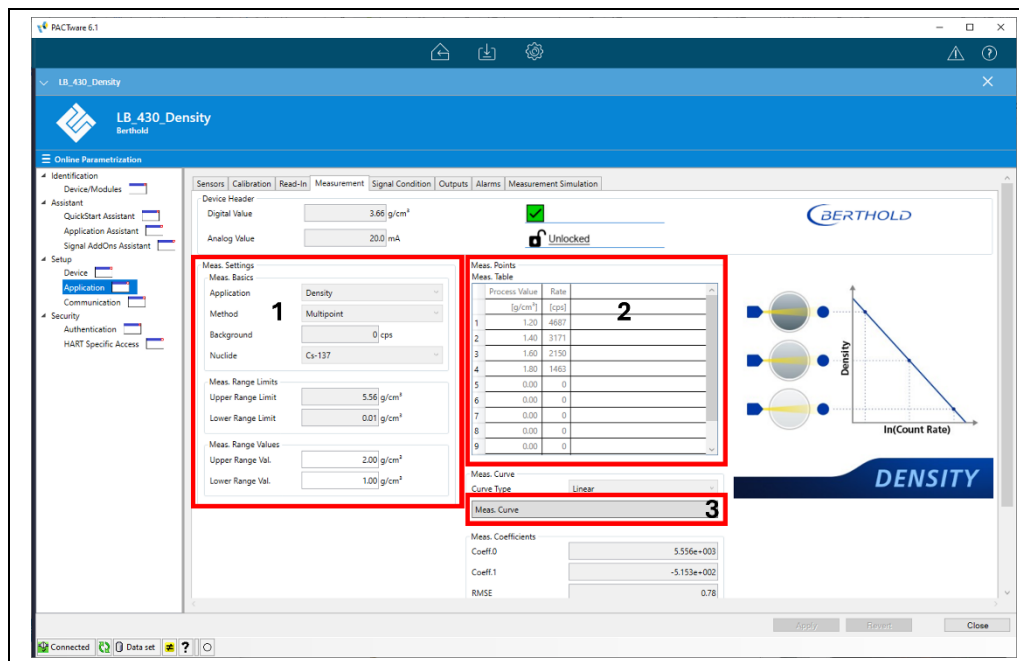

Abb. 41 Reiter: Setup | Application | Measurement.
- **Meas. Settings:** Zeigt die relevanten Einstellungen für die Messung (Abb. 41, Pos. 1).
- **Meas. Points:** Aktuelle Kalibriertabelle (Abb. 41, Pos. 2). Gibt einen Überblick über die derzeit verwendeten Kalibrierwerte.
- **Meas. Curve (Kennlinie):** Ermöglicht die Visualisierung und Überprüfung der Messkurve (über die Schaltfläche **Meas. Curve**, Abb. 41, Pos. 3).